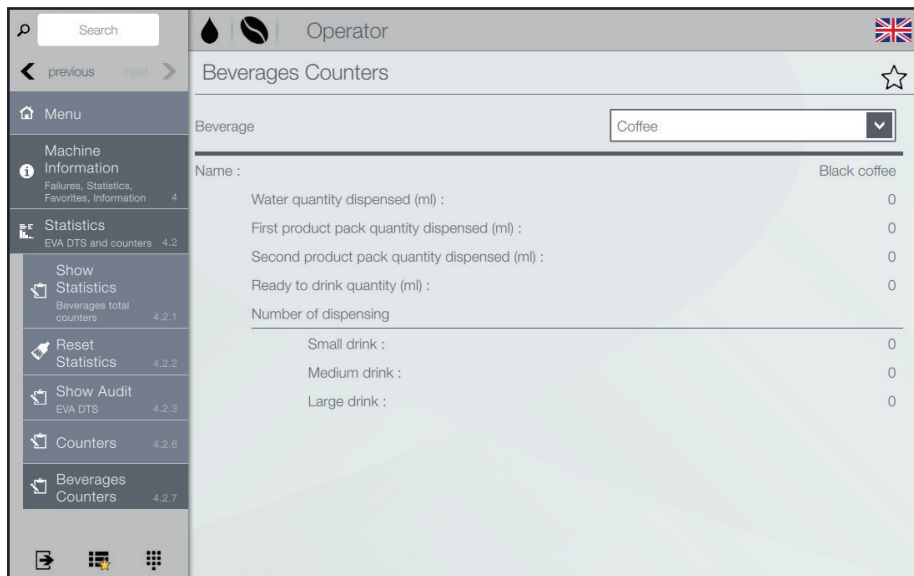

Bild 6.15 - Dryckesräknare
- Tryck på rullgardinsmenyn "Drycker" för att välja önskad dryck (bild 6.15).